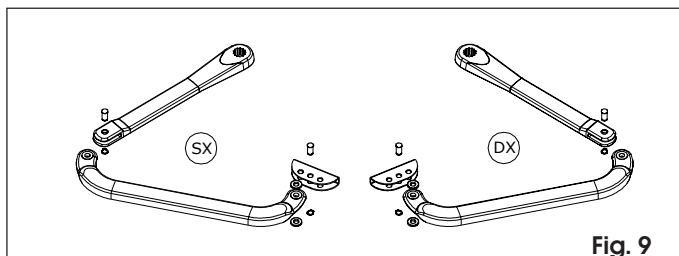

Fig. 9
- Assemblare il braccio snodato e l'attacco anteriore come in fig. 9.